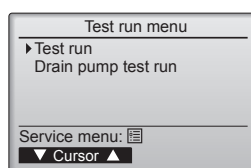

Fig. 7-4
④ Виберіть «Test run» (тестовий прогін) за допомогою кнопок [F1] або [F2], а потім натисніть кнопку (Fig. 7-4).